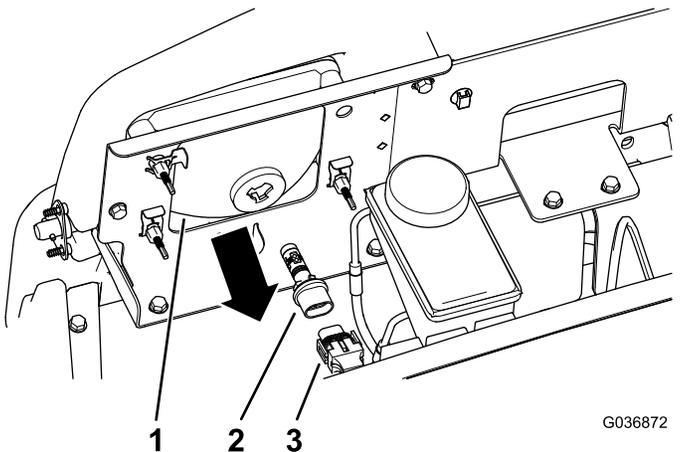

図 38
3. ヘッドライトハウジングの裏側からきているランプアセンブリ用ハーネスコネクタを外す **図 38**。
4. ランプアセンブリを左に¼回転させて後ろに引き抜いてヘッドライトハウジングから取り出す **図 38**。
5. 新しいランプアセンブリとヘッドライトハウジングを入れ、ランプアセンブリについているタブをヘッドライトハウジングのスロットに合わせる **図 38**。
6. ランプアセンブリを右方向に¼回転させて取り付け **図 38**。
7. ハーネス用のコネクタを、新しいランプアセンブリのコネクタに接続する **図 38**。